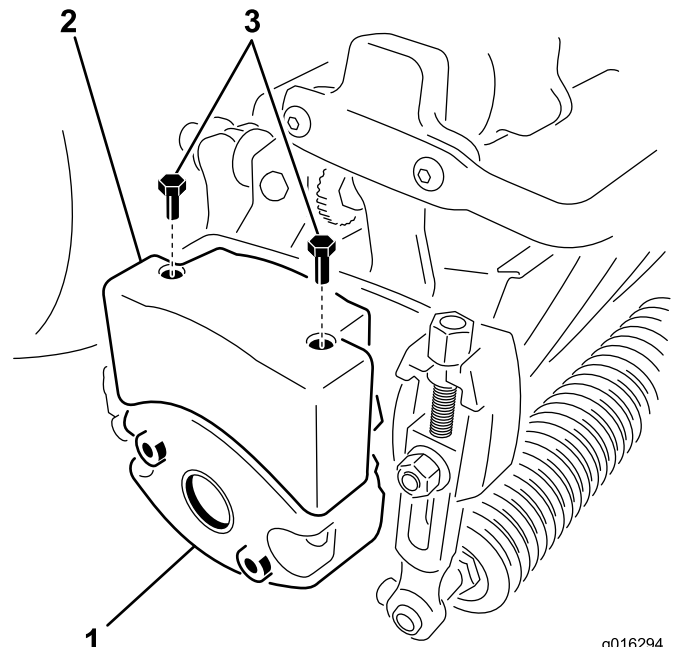

Figure 10
4. Retirez les 2 boulons de fixation de la masse à sur le côté gauche du plateau de coupe (Figure 10).
6. Montez la masse supérieure sur la masse du plateau de coupe avec 2 vis à tête creuse (Figure 10).